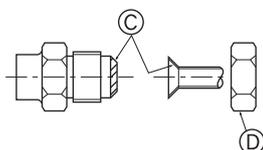

Fig. 4-5
Ⓐ (Fig. 4-5)
Ⓑ (Fig. 4-5)
4.4. Anslutningsrör (Fig. 4-5)